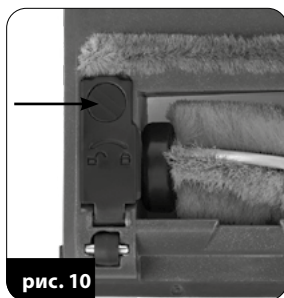

рис. 10
4. Периодически очищайте вращающийся валик электрощетки. Валик можно демонтировать после разблокировки в нижней части электрощетки, обозначенной стрелкой на рис. 10. После очистки валика поместите его обратно в электрощетку и заблокируйте.